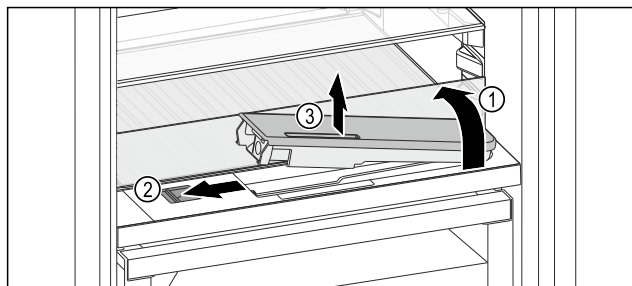

Fig. 124
- ▶ Soulever la tablette et la rabattre vers l'arrière jusqu'à la butée Fig. 124 (1).
- ▶ Pousser le curseur Fig. 124 (2) vers la gauche.
- ▶ Sortir le filtre à eau Fig. 124 (3).